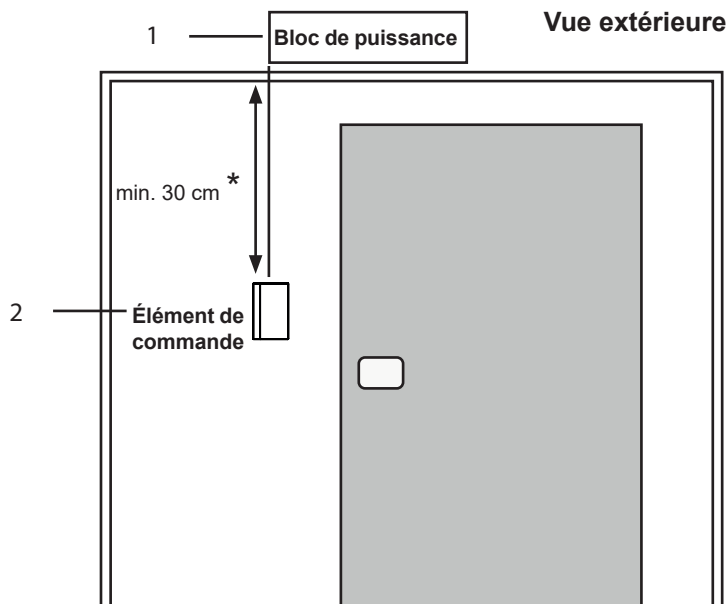

Fig.4 Position du panneau de commande
L'élément de commande 2 est monté sur la paroi de la cabine à une distance maximale de 10 mètres de l'élément de puissance 1 (voir **Fig.4**).
*En cas de montage à l'intérieur de la cabine de sauna, respecter une distance minimale de 30 cm par rapport au plafond de la cabine (voir **Fig.4**).